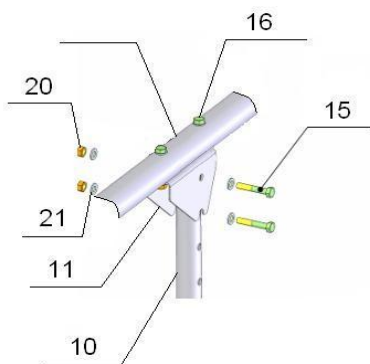

Рисунок 4
3.8 Собрать телескопические стойки (Рис.4):